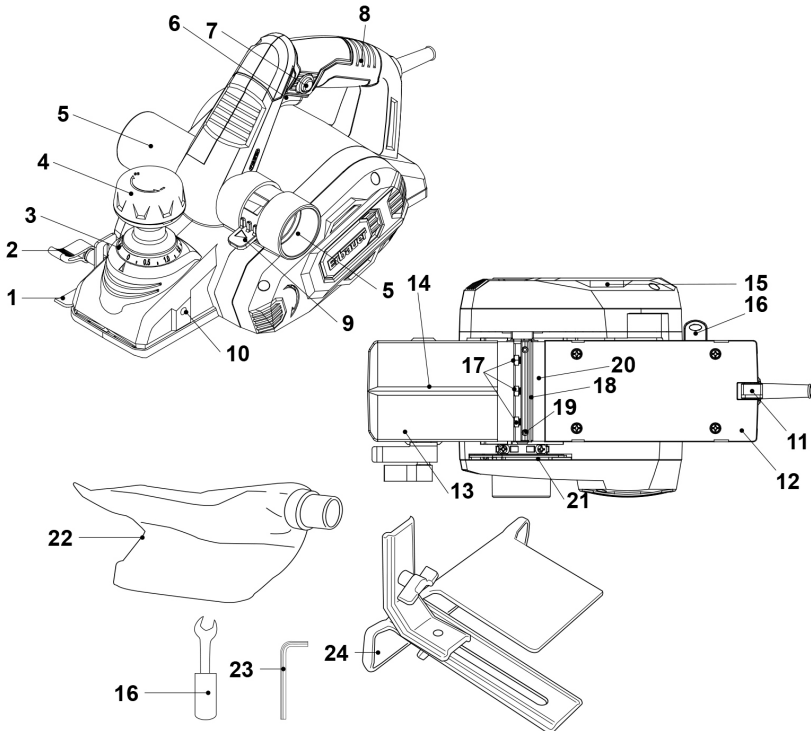
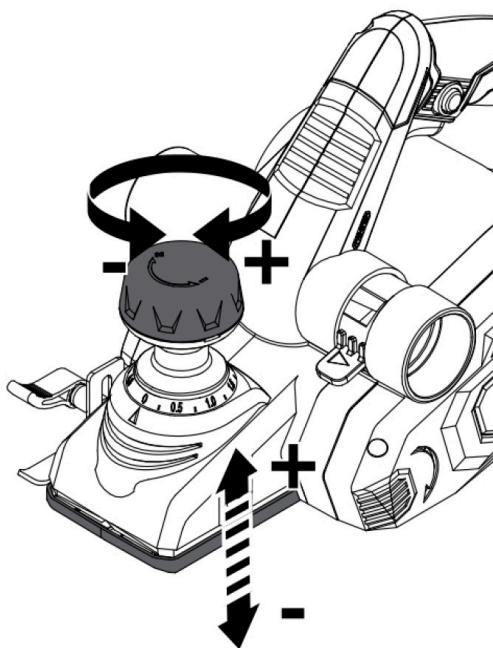

Рис. 1
Рис. 6
Глибина фрезерування регулюється з допомогою пружинної ручки з функцією регулювання глибини фрезерування (4) (Рис. 1). Установіть необхідну глибину фрезерування, повернувши ручку (4). Глибина фрезерування регулюється в діапазоні від 0 до 4 мм (крок регулювання: 0,25 мм). Показчик на шкалі поруч з курком вказує на необхідну глибину фрезерування в міліметрах (Рис. 6).
АСТАРОЖНА! Перад падключэннем інструмента да сеткі пераканайцеся, што выключальнік (6) свабодна рухаецца і вяртаецца ў выключанае становішча пасля адпускання. Правярце, ці правільна працуе кнопка блакіроўкі выключальніка (7) (Рис. 1).